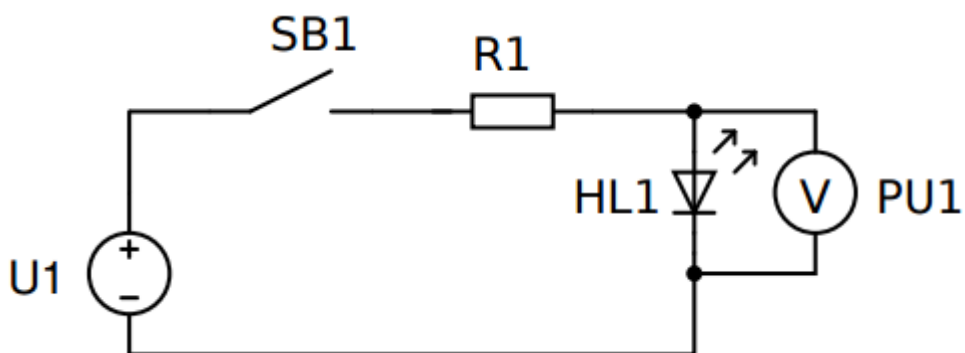

Рисунок 8 – Схема проверки диода.
**Задание по работе:** Собрать схему (рисунок 8) на беспаячной макетной плате, измерить мультиметром падение напряжения на диоде, с подачей на него напряжения и без.